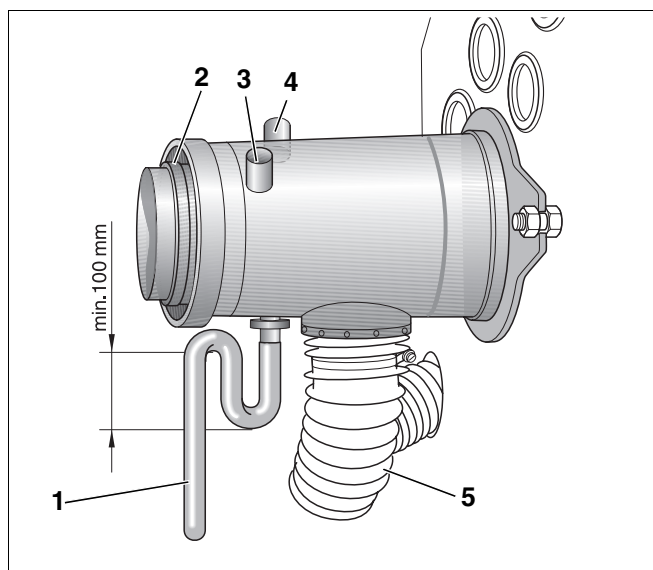
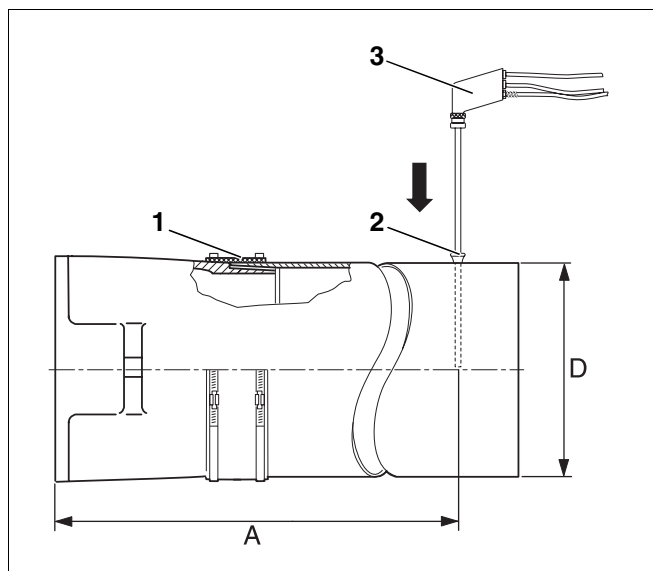

Рис. 20 Присоединительный штуцер концентрической дымовой трубы
Рис. 21 Проведение замеров
Замеры осуществляются только на присоединительном участке дымовой трубы (рис. 21) или на штуцере концентрической дымовой трубы (рис. 20).
Отверстие для замеров (муфта; рис. 21, поз. 2) должна находиться на расстоянии "А" (примерно 2 диаметра дымовой трубы "D") от патрубка дымовых газов (рис. 21). Если сразу после отопительного котла установлено колено для соединения с системой отвода дымовых газов, то замеры нужно производить до этого колена.
Мы рекомендуем установить уплотнительную манжету (рис. 21, поз. 1) для соединения котла с дымовой трубой.
- Опустить измерительный зонд (рис. 20, поз. 3, стр. 21) в центр потока (середина трубы), здесь дымовые газы имеют наивысшую температуру.